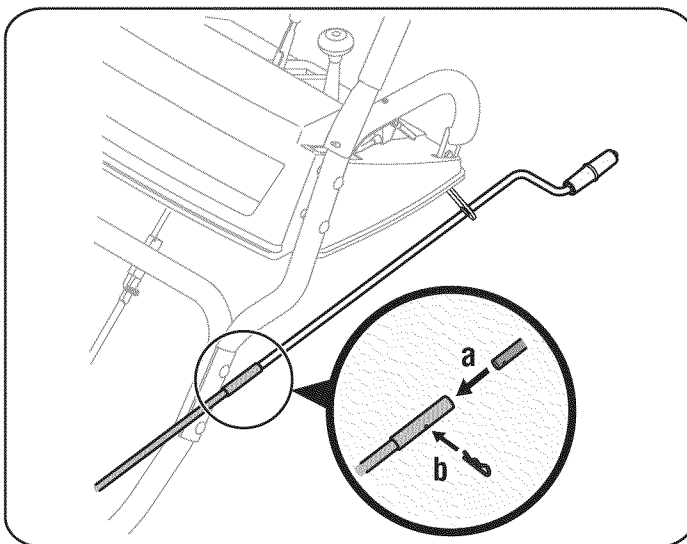

Figure 3
- c. Alinee el agujero en la parte superior de manivela de la tolva con el agujero en la manga (Si es necesario, utilice un par de alicates para ayudar en la alineación de los agujeros). Inserte la clavija Cotter interior a través de los agujeros para. Garantizar la manivela de la tolva. Ver fig. 3.